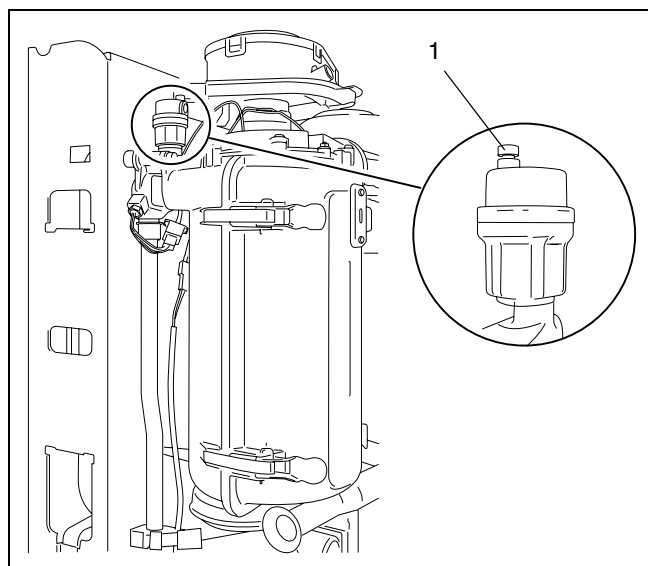

fig. 15 Automatisk udluftning
Gaskedlerne **Milton SmartLine (Combi) HR 24** er udstyret med automatisk udluftning (se fig. 15), der bruges til udluftning af kedlen. I visse situationer kan det være nødvendigt foruden mulighed for udluftning på radiatorerne at udstyre varmeanlægget med ekstra muligheder for udluftning.
- Kappen af den automatiske udluftning øverst til venstre i gaskedlen (fig. 15, pos. 1) løsnes en omgang.